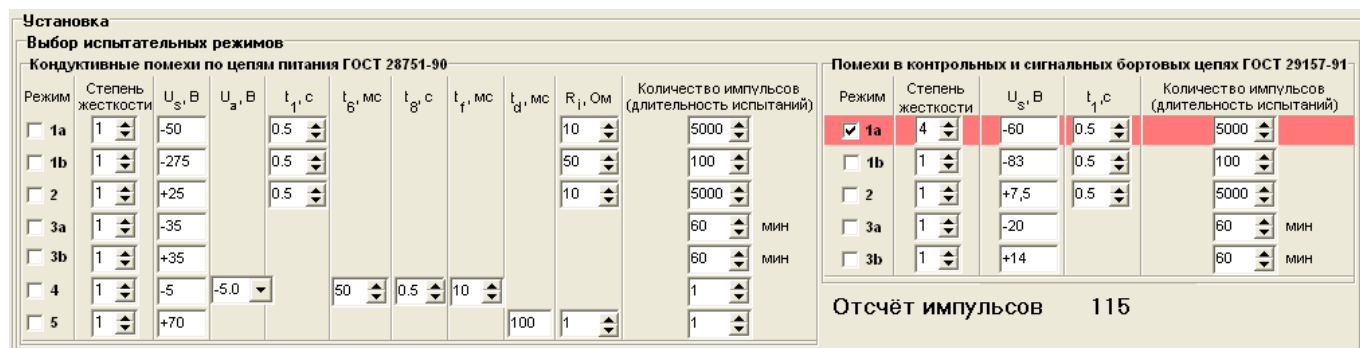

Рисунок 3
**7.5.1** В области установки (см. рисунок 3) осуществляется выбор режимов испытаний и настройка их параметров, соответствующих стандартам: **ГОСТ 28751-90** (Кондуктивные помехи по цепям питания) и **ГОСТ 29157-91** (помехи в контрольных и сигнальных бортовых цепях).